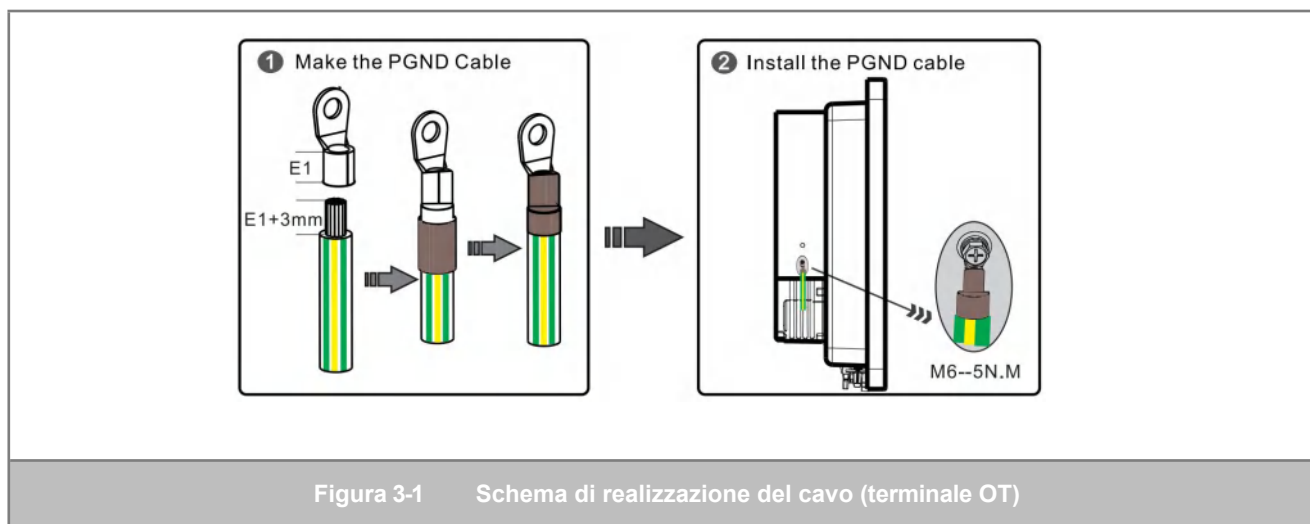

Figura 3-1 Schema di realizzazione del cavo (terminale OT)
- (1) Spellare una sezione del conduttore in rame nudo del cavo di terra secondo le specifiche corrispondenti utilizzando lo spellafili. Assicurarsi che la lunghezza del conduttore in rame nudo sia di 3 mm superiore a quella del terminale OT.
- (2) Rivestire il terminale OT con un tubo termorestringente di dimensioni adeguate. Si raccomanda che la lunghezza del tubo termorestringente (tensione di tenuta ≥ 600 V) sia pari a 1,5-2 volte la lunghezza del terminale.
- (3) Crimpare il terminale OT all'anima di rame nuda utilizzando le pinze crimpatrici.
- (4) Riscaldare il tubo termorestringente con la pistola termica in modo da avvolgere saldamente il terminale e il cavo. A questo punto, il cavo è completamente realizzato (il processo di realizzazione del cavo è illustrato nella Figura 3-1○1).
- (5) Fissare il terminale OT del cavo di terra all'interfaccia di terra con viti M6, con una coppia di serraggio di 5 N.m (per ulteriori informazioni, vedere la Figura 3-1○2).